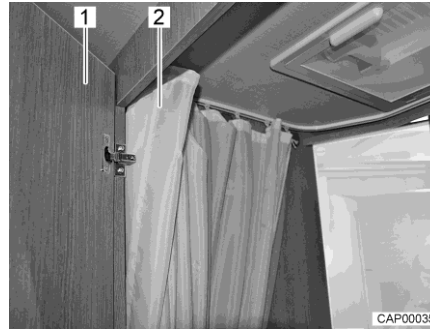

Fig. 111 Cabinet de toilette avec douche
- Pour se doucher, fermer la porte (Fig. 111,1) et fermer entièrement le rideau de douche (Fig. 111,2) de manière à protéger toutes les parois.